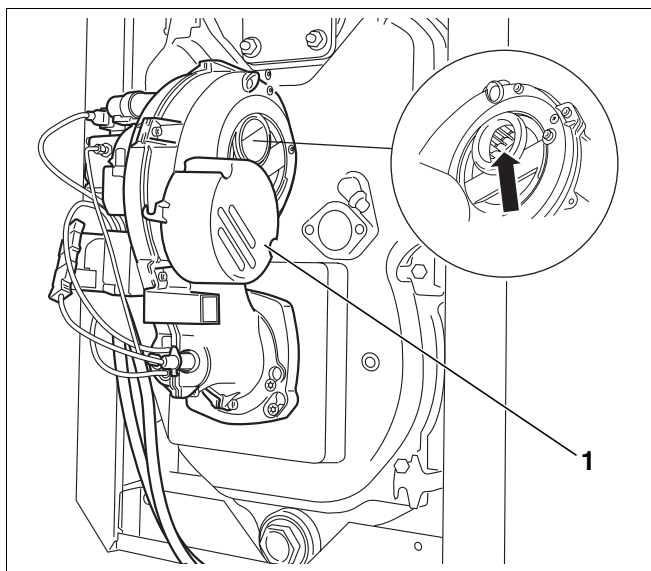

Рис. 24 Проверка крыльчатки вентилятора
- Глушитель на всасывании повернуть вниз (рис. 24, поз. 1).
- Проверить загрязнение крыльчатки вентилятора (рис. 24).